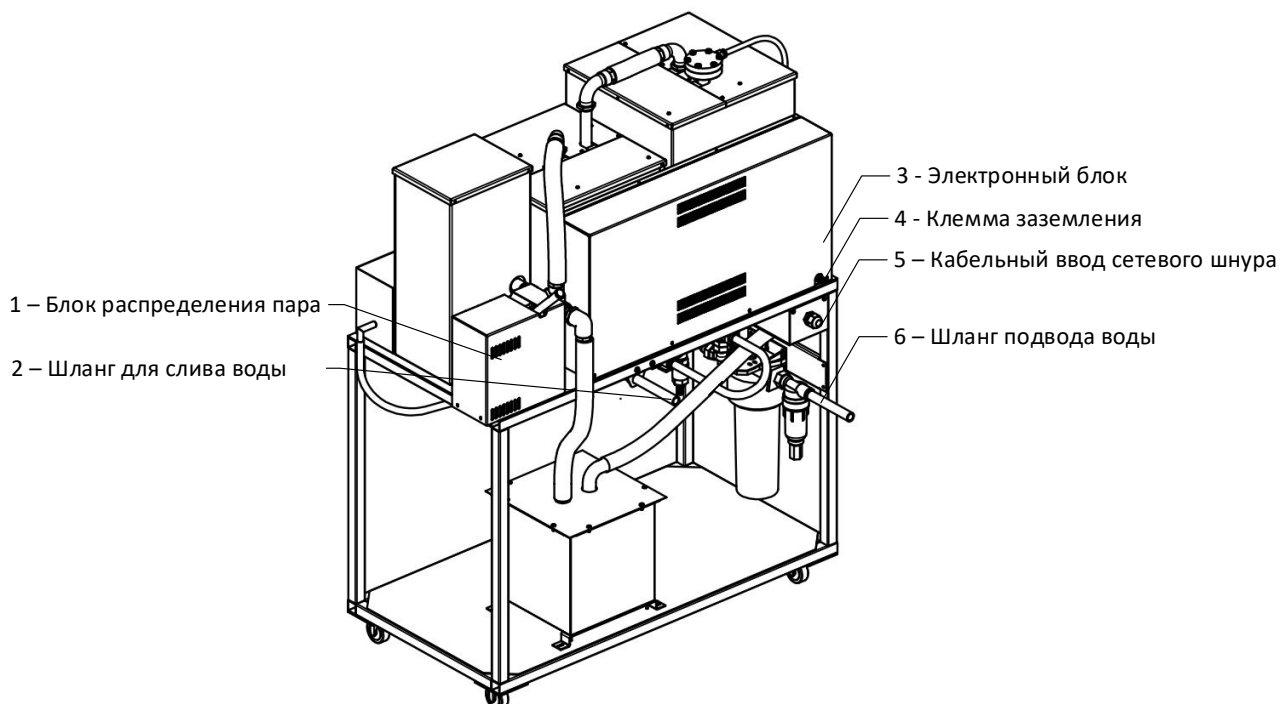
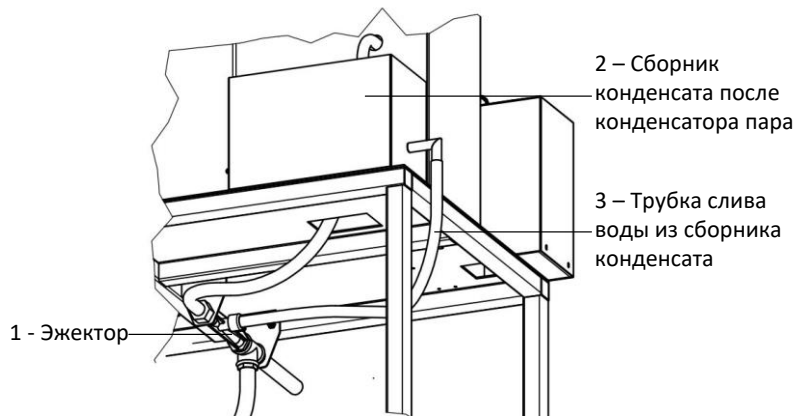

Рисунок 6 – Вид парогенератора сзади
Рисунок 9 – Расположение эжектора
с помощью рукава резинового МРС-EPDM 13х19мм через входной штуцер **подвода воды (поз. 6 рис. 6)**, а шланг **для слива воды (поз. 2 рис. 6)** выводятся в канализацию, которая должна находится ниже уровня **эжектора (поз. 1 рис. 9)**.
- 3.3.4 При помощи рукава резинового МРС-EPDM соединить водопроводный кран с входным штуцером для **подвода воды 6** (см. рисунок 6), а шланг **для слива воды 2** (см. рисунок 6) вывести в канализацию для слива.
Для корректной работы слива необходимо, чтобы шланг **для слива воды 2** (см. рисунок 6) располагался ниже плоскости установки блоков, скорость слива увеличивается при напольном подключении к системе отвода стоков.
3.3.15 По окончании нагрева бани и пара ПГ-10 автоматически переключит подачу пара (см. рис.6, поз. 1, рукоятка) из положения «в аппарат» в положение «в конденсатор» и перейдет в режим готовности к испытанию (см. рис. 15) Начнется обратный отсчет времени.
Для корректной автоматической работы аппарата ЗАПРЕЩАЕТСЯ вручную изменять положение рукоятки переключателя потока (см. рис.6, поз. 1, рукоятка), в противном случае аппарат изменит режим на ручной (заголовок изменится на «Выход на режим(РУЧ)») и дальнейшие действия по управлению потоком пара возлагаются на оператора.